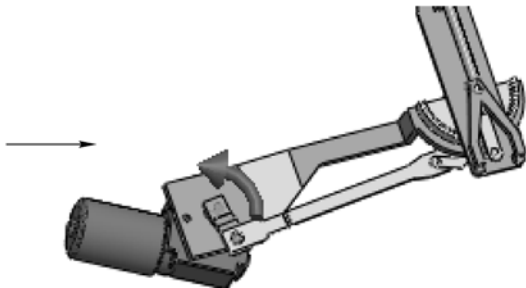

图 6-30 添加旋转马达操作
STEP 2 单击操控面板工具栏中的“马达”按钮，选择电动机输出轴作为马达位置，选择“电动机”为马达“要相对移动的零部件”，如图 6-30 所示，添加一旋转马达。